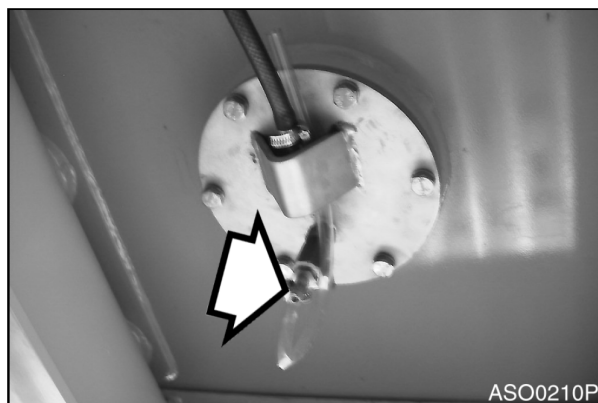

Рис. 6
13. Поставить достаточно большую емкость под топливный бак для сбора оставшегося топлива. Открыть сливной вентиль (рис. 6) на дне бака и слить топливо.